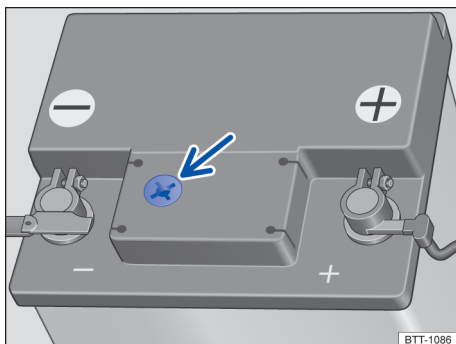

Fig. 181 Representação esquemática: visor no lado superior da bateria do veículo.
A bateria do veículo está dispensa manutenção. Se houver um visor de inspeção da bateria no lado de cima da bateria → Fig. 181, é possível verificar o nível de eletrólito da bateria.
- Providenciar iluminação suficiente para poder identificar o indicador colorido no visor redondo no lado superior da bateria do veículo → Fig. 181 (seta). Jamais utilizar chamas expostas ou objetos incandescentes como iluminação.